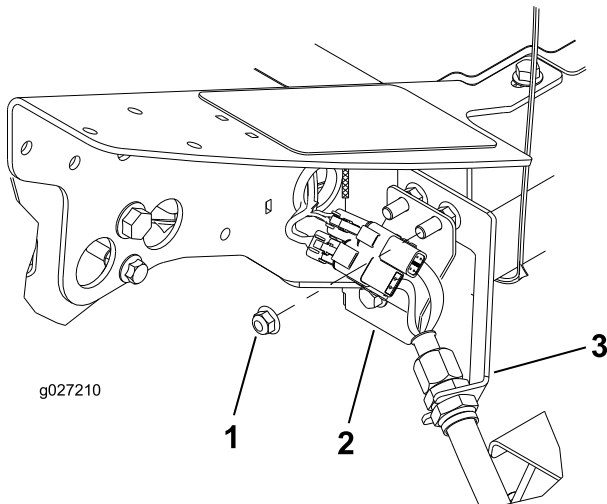

图1
1. 在机架的左前角处（4 号滚刀组位置），拆下将隔板支架固定到机器的额外凸缘头螺母（图1）。
3. 将接头板插到隔板安装螺栓上，接头位置如图1所示。